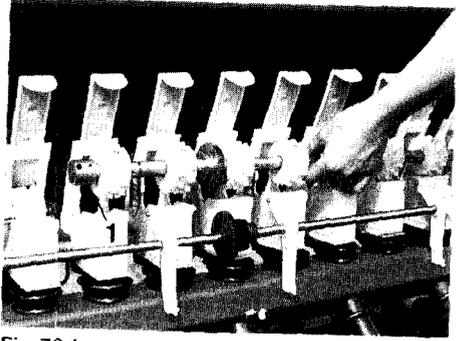

Fig. 76d
- Verbindungsbuchsen (Fig. 76d/1) nach dem Lösen der Skt.-Schrauben auf der Säwelle verschieben und die Säwelle mit Särädern nach hinten herausnehmen und gegen die Bohnensäwelle austauschen.